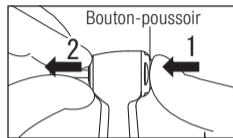

Fig. 3
Appuyez sur le bouton-poussoir pour ouvrir le mandrin (1) et retirez la fraise (2). (Fig. 3)